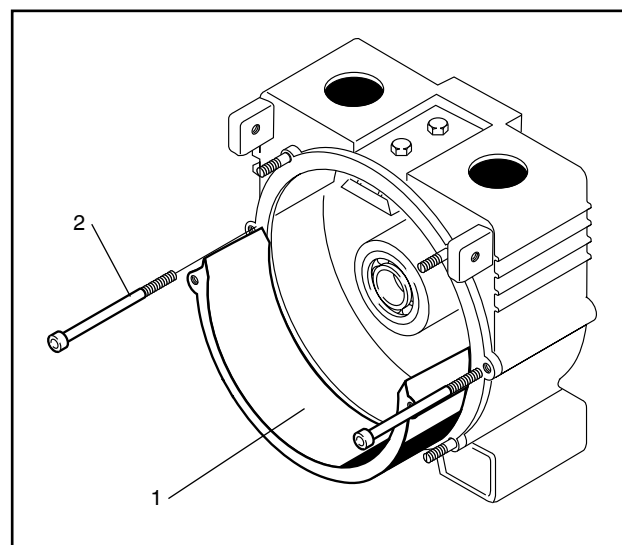

Рис. 15 1 Суппорт
- Откройте оба болта суппорта (детали № 1020, рис. 8) и поднимите суппорт с корпуса (рис. 15).